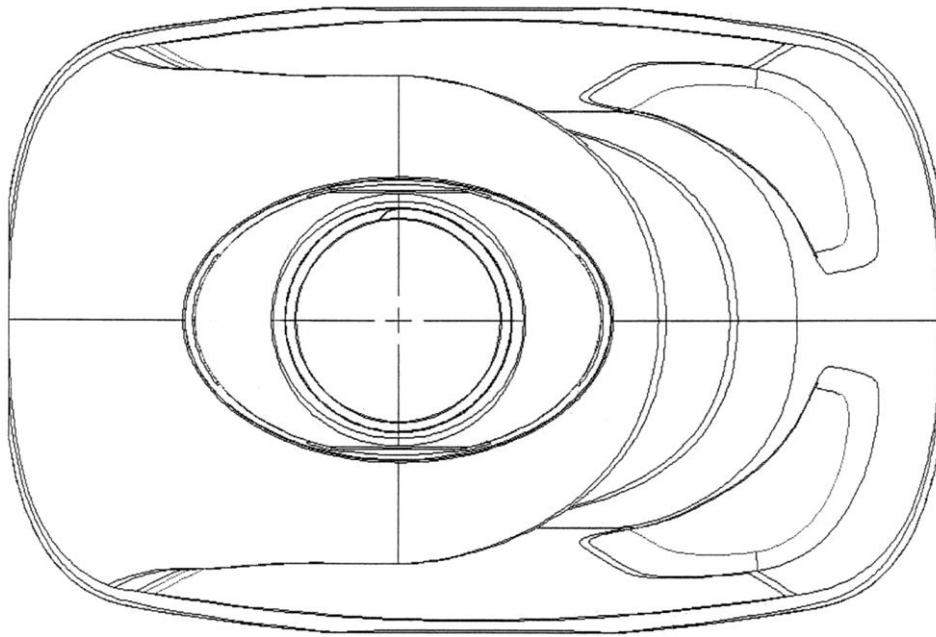

Fig. 11
- fig. 11 - odmianę 2 butelki w widoku z góry,